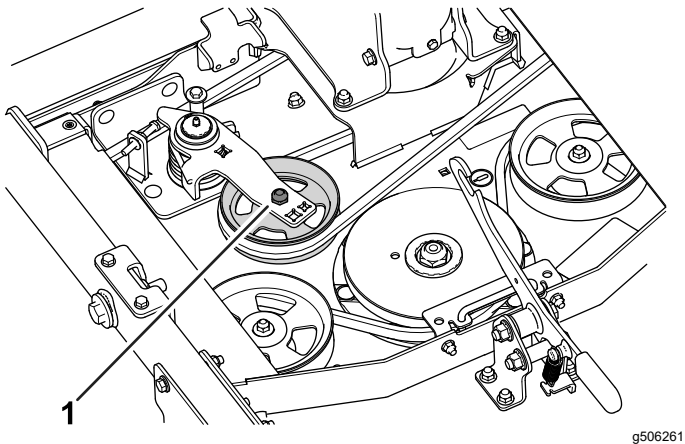

Figura 7
7. Coloque la correa de transmisión alrededor de la polea tensora (Figura 7).